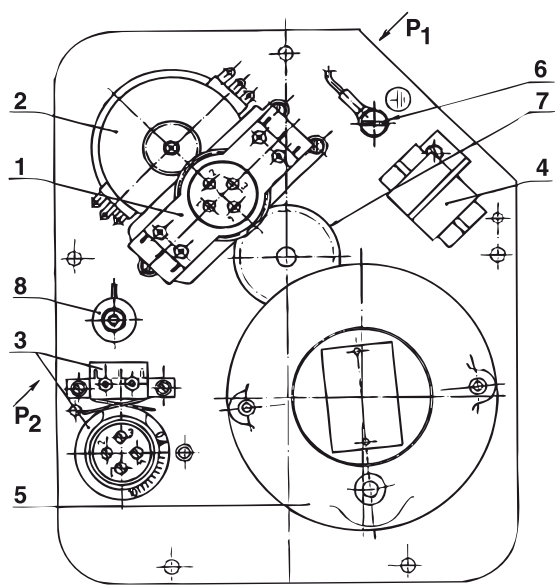

Рис. 1 – Основная плата (т.н. 52 325)
- **части управления**, которая одинакова для всех электроприводов МОДАСТ МОК 125 - МОК 1000 т. н. 52 326 - 52 329 (рис. 2). Отдельные типы отличаются только поворотом блоков на основной плате. У электроприводов МОДАСТ МОК 63 т. н. 52 325 блок выключателей положения и сигнализации расположен в соответствии с рис. 1. Часть управления состоит из блока положения 1, омического датчика положения 2, моментного блока 3, клеммника 4 и отопительного элемента 8. Блок положения оснащен четырьмя микровыключателями, всегда по два выключателя для каждого направления вращения выходного вала. Точка срабатывания каждого микровыключателя устанавливается индивидуально в пределах рабочего хода электропривода.
Отопительный элемент -8- (рис.1 и 2) препятствует конденсации водяных паров под кожухом части управления. Блок положения и датчик положения приводятся в движение от выходного вала электропривода с помощью приводного колеса (в случае т. н. 52 326, 52 327 приводного сегмента) 7. Моментный блок приводится в движение „плавающим червяком" ручного управления, причем смещение червяка прямо пропорционально крутящему моменту выходного вала электропривода.
Конечные выключатели положения PO, PZ используются для отключения электроприводов при достижении выходным валом электропривода положения, на который настроены. Сигнализационные выключатели SO, SZ используются для сигнализации положения выходного вала электропривода. Настройка выключателей положения проводится так, что сначала настроим выходной вал в положение, при котором должен отключать настраиваемый выключатель. Потом ослабим соответствующим разъединяющим винтом кулачек микровыключателя. Ослабление осуществляется поворотом разъединяющего винта против часовой стрелки. Разъединяющий винт поворачиваем только столько раз, чтобы ослабить кулачок. Следующим поворотом разъединяющего винта кулачок бы снова притянулся. Номера соответствующих разъединяющих винтов находятся на ручке блока положения 1 (Рис. 1) и совпадает с обозначением на валу кулачков.